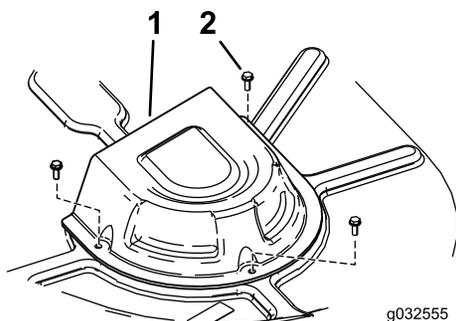

Figura 67
5. Togliete i coperchi delle pulegge (Figura 67).